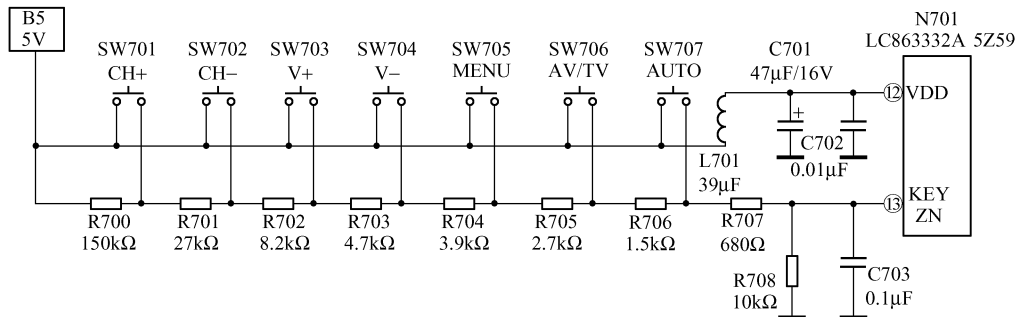

图 2-17 阶梯扫描式本机键盘扫描接口电路
N701 (LC863332A-5Z59) 的⑬脚电路主要用于本机键盘扫描信号输入, 以实现换台、音量大小等控制。其外接 R700、R701、R702、R703、R704、R705、R706、R707 等组成电阻矩阵式阶梯扫描电路, 如图 2-17 所示。